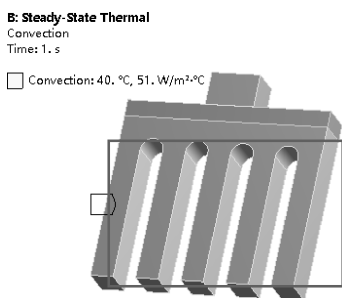

图 3-14 施加对流
(4) 为散热器施加对流负载：在标准工具栏中单击  选择散热器侧面，共 14 个面，然后在环境工具栏中单击【Convection】→【Details of “Convection”】→【Definition】→【Film Coefficient】= $51\text{W}/(\text{m}^2 \cdot ^\circ\text{C})$ ，【Definition】→【Ambient Temperature】= 40°C ，其他默认，如图 3-14 所示。